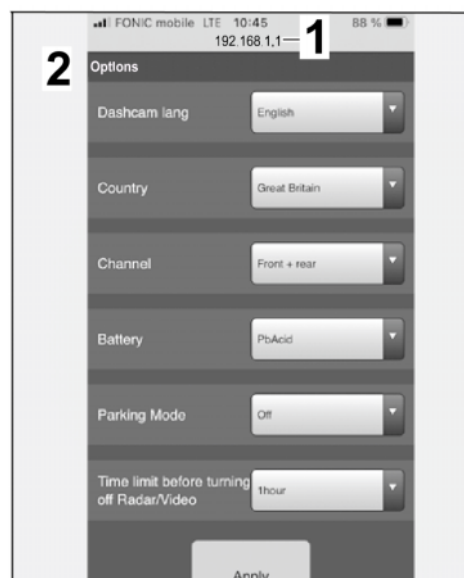

Bild 17
Optionen: (⇒ Bild 17)
5.3 Grundeinstellungen Frontkamera (Dashcam) im Menüpunkt "Optionen" (⇒ Bild 17)